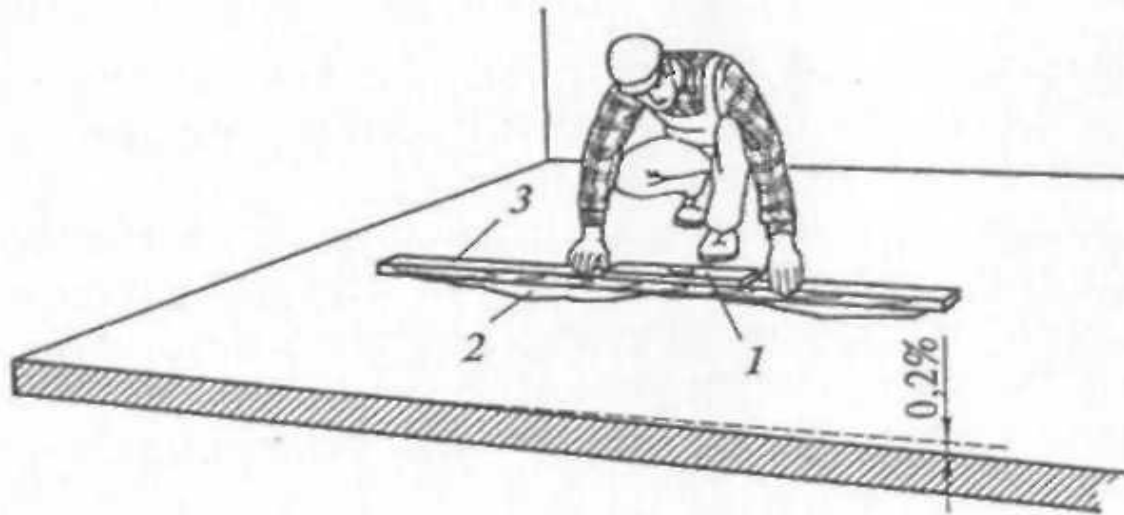

Рис. 3.8. Проверка горизонтальности основания:
- Горизонтальность основания проверяют рейкой с уровнем (рис. 3.8). Отклонение поверхности основания от горизонтали или заданного уклона должно быть не более 1,2 % от длины помещения.
- Ровность поверхности подготавливаемого основания проверяют двухметровой рейкой, перемещаемой в разных направлениях (рис. 3.8). При этом просветы между рейкой и основанием должны быть равными, так как слой мастики толщиной 1 ...3 мм не сглаживает отдельные неровности поверхности, как при укладке плиток на растворе. Повреждения стяжки и западающие неровности глубиной более 15 мм заделывают цементно-песчаным раствором состава 1:3. Поверхность таких дефектных участков зачищают, смачивают цементным молоком и заделывают раствором.